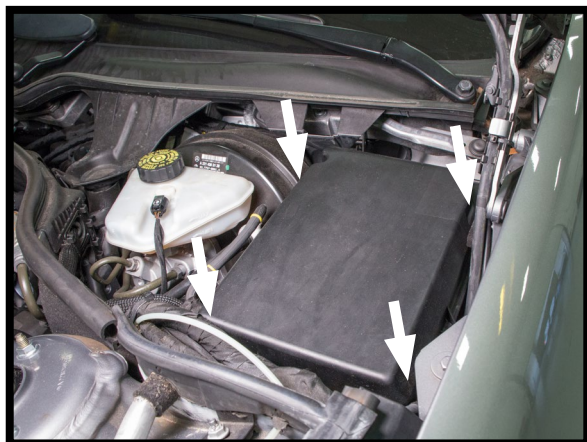

图69
6. 在发动机舱内·打开保险盒并用附带的保险更换下图所示的保险 (#46)。(图69·70·71和72)